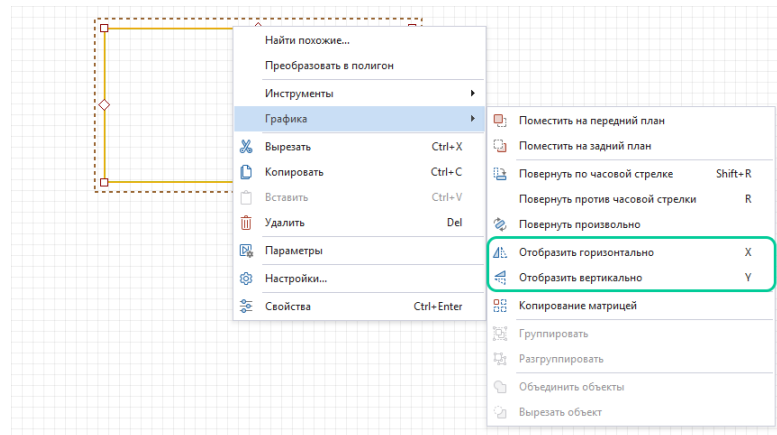

Рис. 364 Вызов функции зеркального отражения
2. Вызовите инструмент, выбрав пункт «Отразить горизонтально/вертикально» в контекстном меню или воспользуйтесь горячей клавишей, Рис. 364.